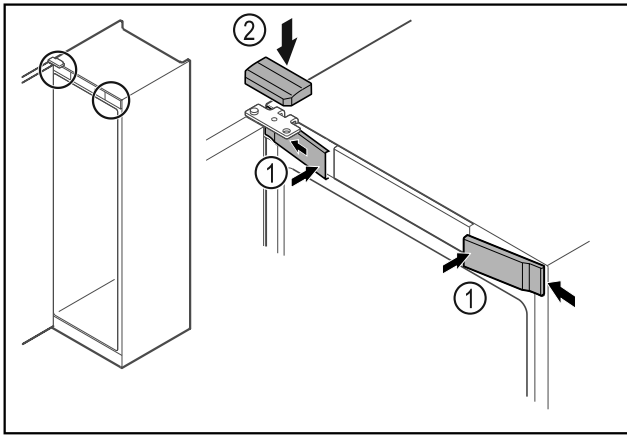

Fig. 62
- ▶ Agganciare le coperture anteriori Fig. 62 (1) di lato e innestarle.
- ▶ Innestare la copertura superiore Fig. 62 (2) dall'alto.